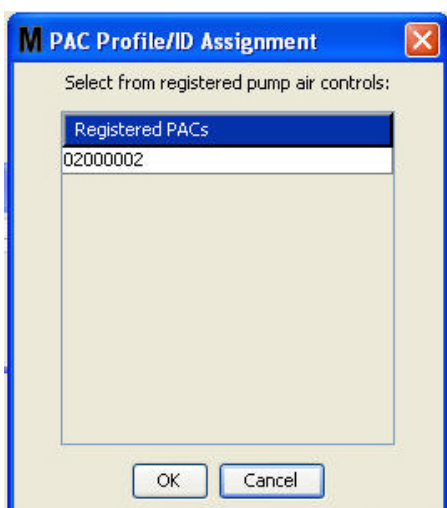

Рис. 114
4. После присвоения имени регулятору пневматического насоса нажмите кнопку «Link» [Связать]. Появится окно «Profile/ID Assignment» [Назначение идентификатора профилю] (Рис. 114). Из списка зарегистрированных регуляторов пневматических насосов выберите требуемый регулятор. Нажмите кнопку «OK» [ОК], чтобы закрыть окно и сохранить изменения. Дополнительные сведения о регистрации см. в руководстве пользователя регулятора пневматического насоса. Также предоставлены инструкции в «Приложении А» данного руководства, раздел «Регистрация регулятора пневматического насоса» на стр. 163.